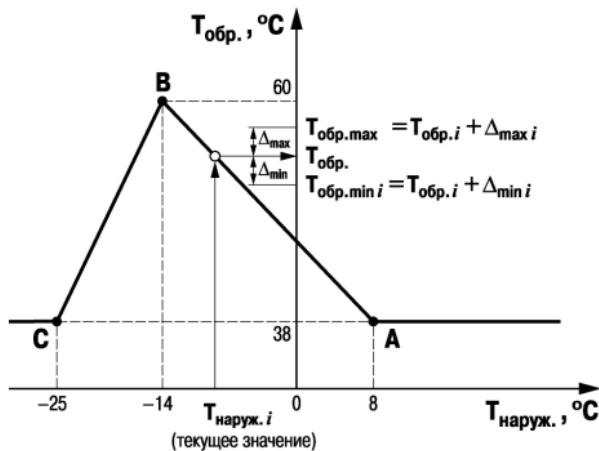

Рисунок 4.1
4.1.7.1 На период, когда необходимость в приточной вентиляции помещений отсутствует (например, в выходные дни, в ночное время суток и т. п.), система может быть переведена в дежурный режим, при котором прибор выключает вентилятор и закрывает жалюзи подачи наружного воздуха. Кроме того прибор при помощи КЗР снижает температуру обратной воды до значений ниже отопительного графика и прекращает ее регулирование. При охлаждении обратной воды до температуры ниже  $T_{\text{обр.min.}}$  (см. рисунок 4.1) включается режим защиты от замерзания.